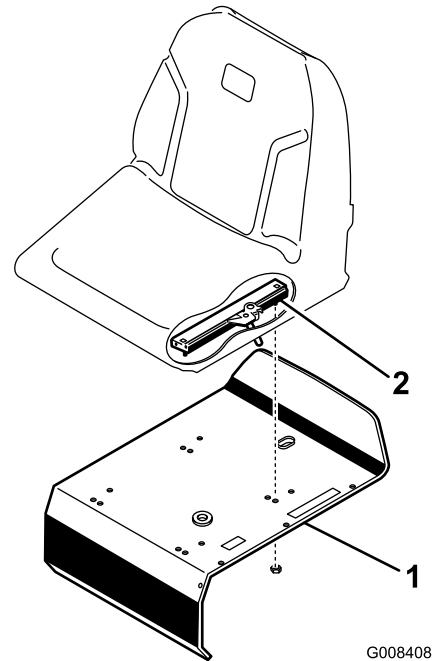

图3
3. 用散装零件中提供的锁紧螺母 5/16 英寸将座椅滑轨固定到座椅支架上 图3。